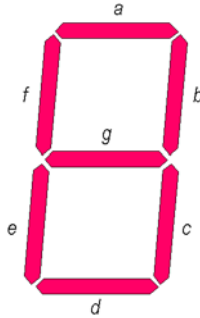

Figura 7.10. Notarea segmentelor afișajului cu 7 segmente.
3.1. Proiectați și implementați cu porți logice un decodificator pentru afișajul cu 7 segmente al plăcii XESS XSA-50. Intrările decodificatorului vor fi 4 biți reprezentând o cifră hexazecimală, biți notați cu $H3$, $H2$, $H1$ și $H0$, $H3$ fiind bitul cel mai semnificativ. Ieșirile decodificatorului vor fi semnalele a , b , c , d , e , f și g pentru comanda celor 7 segmente ale afișajului (Figura 7.10). Pentru aprinderea unui segment, semnalul care comandă segmentul respectiv trebuie să aibă valoarea logică 1. Intrările $H3$, $H2$, $H1$, $H0$ ale decodificatorului vor fi conectate la liniile de date D3, D2, D1, respectiv D0 ale portului paralel al calculatorului, iar ieșirile decodificatorului vor fi conectate la segmentele afișajului cu 7 segmente ale plăcii XSA-50.